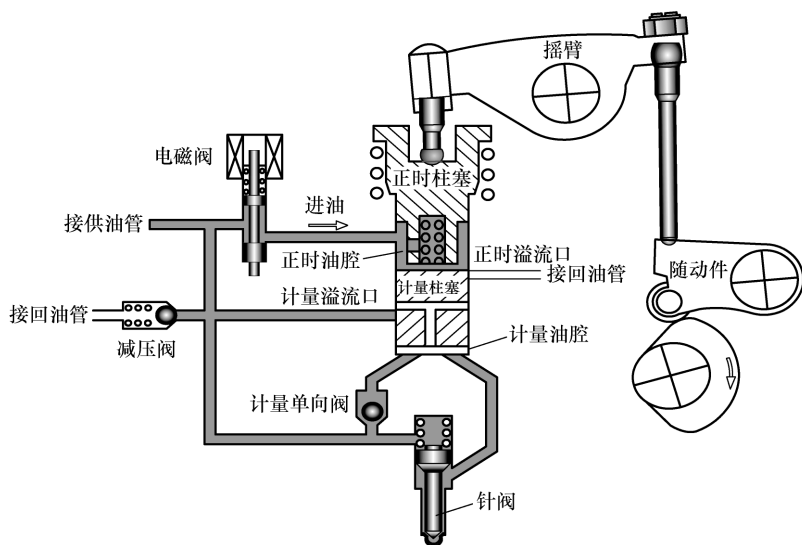

图 10-7 正时油腔进油
③ 当计量柱塞与正时柱塞上行至一定位置时，ECM 控制电磁阀打开，来自供油管路的压力燃油进入正时油腔（图 10-7）。此时的计量柱塞上方受到供油压力和偏置弹簧的共同作用，而下方只受到供油压力作用，计量柱塞上方受力大于下方受力，计量柱塞欲下行，这时计量油腔压力迅速增长、计量单向阀关闭，计量柱塞保持不动。随着正时柱塞上行，经电磁阀流入的燃油不断进入正时油腔、补充正时柱塞上行所让出的空间。